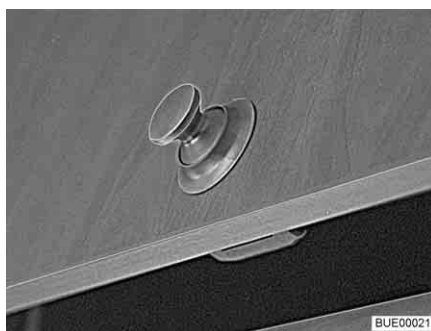

Fig. 39 Sportello del mobile con bottone automatico
- Esercitare una pressione sulla parte interna della serratura. Il bottone automatico scatta all'infuori (Fig. 39).